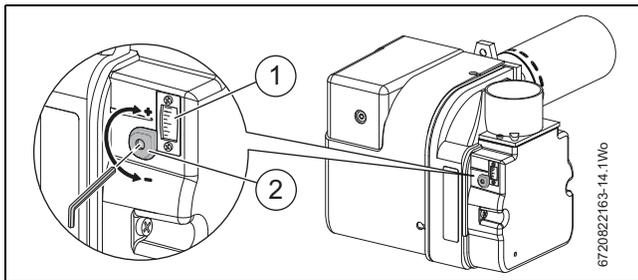

Fig. 48 Réglage de l'obturateur d'air
- ▶ Revérifier les niveaux de CO₂ et, si nécessaire, régler l'obturateur d'air (figure 48, page 30, [1]) pour obtenir le niveau de CO₂ approprié.